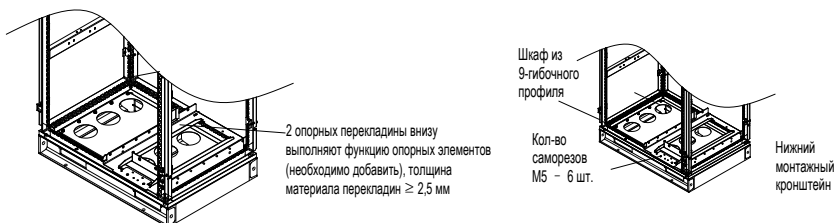

Рис. 4-13 Установка нижних монтажных кронштейнов
2	Закрепите нижние опорные перекладины и монтажный кронштейн в шкафу (см. Рис. 4-13).
2. Закрепите нижние опорные балки и монтажные кронштейны, как показано на Рис. 4-13
- B. С помощью 6 саморезов М5 зафиксируйте монтажные кронштейны на основании каркаса профильного шкафа, как показано на Рис. 4-13. Подробные размеры монтажного кронштейна см. на Рис. С-14и в Таб. С-7.